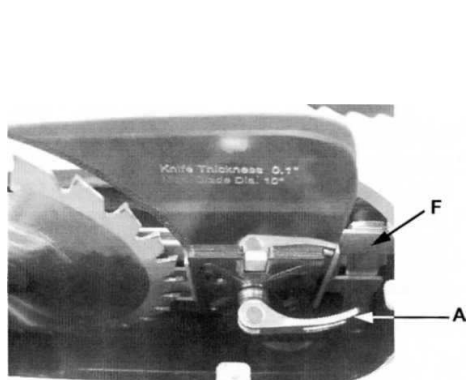

рис. 14
4. Потяните ручку (А см. рис. 14) и снимите раскливающий нож, делая заметки, в каком направлении раскливающий нож должен быть подвинут с целью приведения
4. Затяните винты (E) в отверстиях.
5. Повторно вставьте расклинивающий нож; сожмите фиксирующую ручку (A, рис. 14) и проверьте расстояние между пильным диском и расклинивающим ножом от 3 мм до 8 мм (иллюстрация 16).